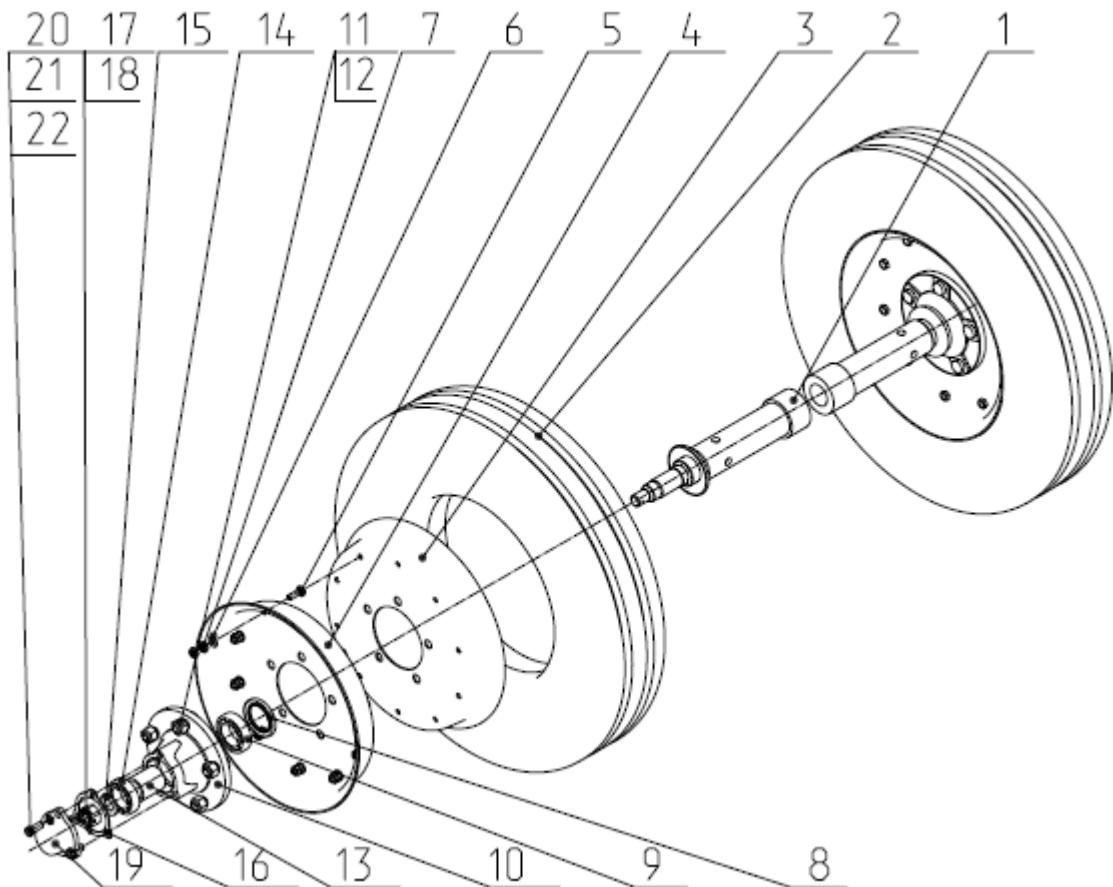

Рис.12. ЛДГ 03.050 Мост.
2.27. Мост (Рис. 12) является опорной частью с니цы и предназначен для передвижения лущильника. Основными узлами моста являются колеса, ось 1 и ступицы 10.